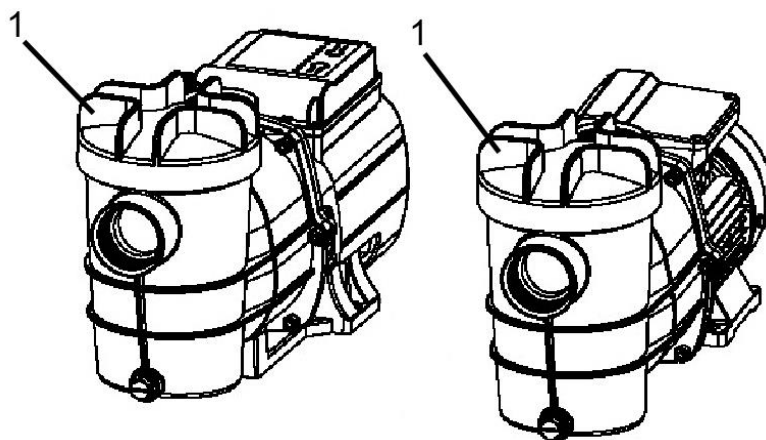

Fig. 6
- Montaggio del prefiltro della pompa SPF 250 F e SPF 370 F (Fig.6)